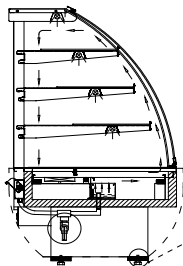

Abb.3 Entfernen der Holzbühne
- Die Anlage auspacken und die Holzbühne, die auf der Grundlage vorhanden ist entfernen Abb.3 (S.17)